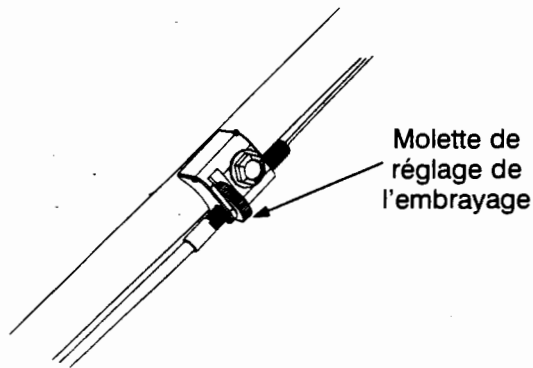

Figure 12
- Pour ajuster la tension, tournez la molette de réglage à la main, voir la Figure 12. Tournez la molette vers la gauche pour serrer davantage le câble. Tournez-la vers la droite pour le desserrer.